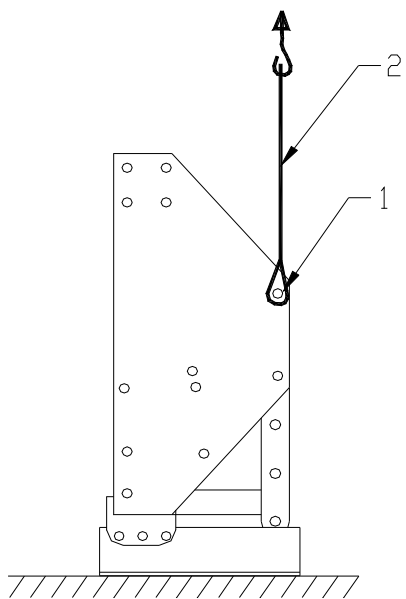

Fig. 1.
Maskinen leveres på en palle. Gør som følger for at installere maskinen bag en traktor (se fig. 1, 2, 3, 4, 5 og 6).
2. Fastgør et kabel 2 på  $\pm 3,5$  meter (11") med D- led i hullerne 1 på begge sider af maskinen, se fig. 1.
@ Rotorbladernes position og rotorens position på hoveddrammen er væsentlig for det endelige arbejde. Kontroller det forsigtigt ved hjælp af fig. 1 t.o.m kapitel 12.